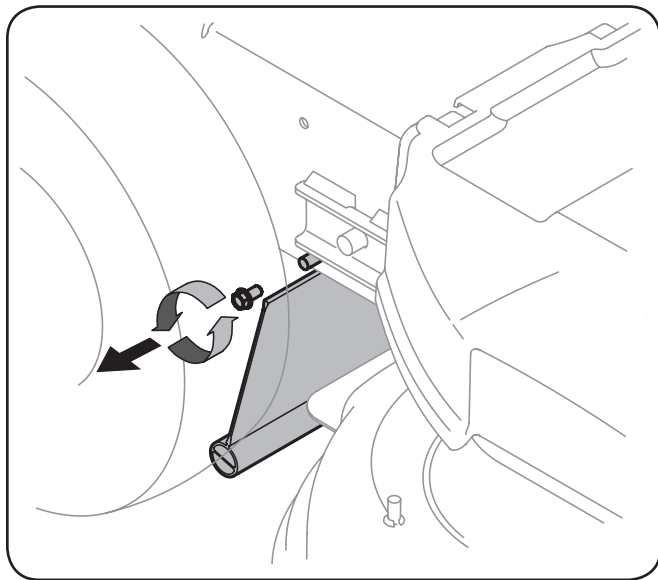

Figure 7-7
1. Extraiga el tornillo que fija el escudo al lado derecho de la cortadora. Vea Figure 7-7.